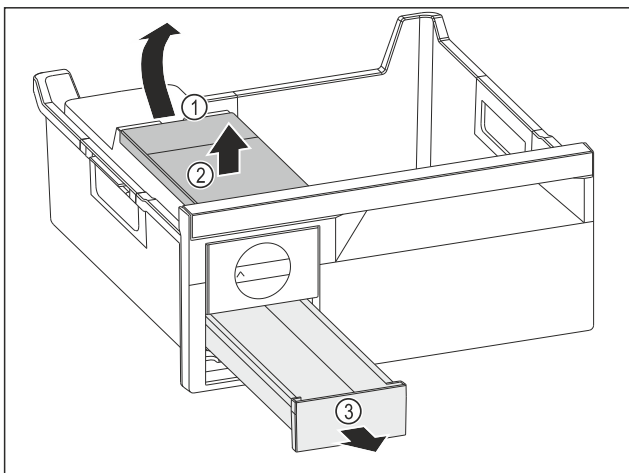

Fig. 73
- ▶ Изваждане на резервоара за вода: Повдигнете резервоара за вода при прореза Fig. 73 (1).
- ▶ Извадете резервоара за вода Fig. 73 (2) нагоре.
- ▶ Извадете чекмеджето за ледени кубчета Fig. 73 (3) напред.